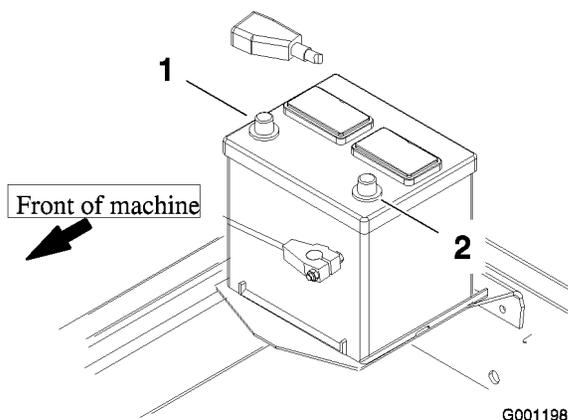

Figura 10
8. Collegare innanzitutto il cavo positivo (rosso) al terminale positivo (+), poi il cavo negativo (nero) al terminale negativo (-) della batteria (Figura 10). Fate scorrere la guaina di gomma sul morsetto positivo per evitare un cortocircuito.